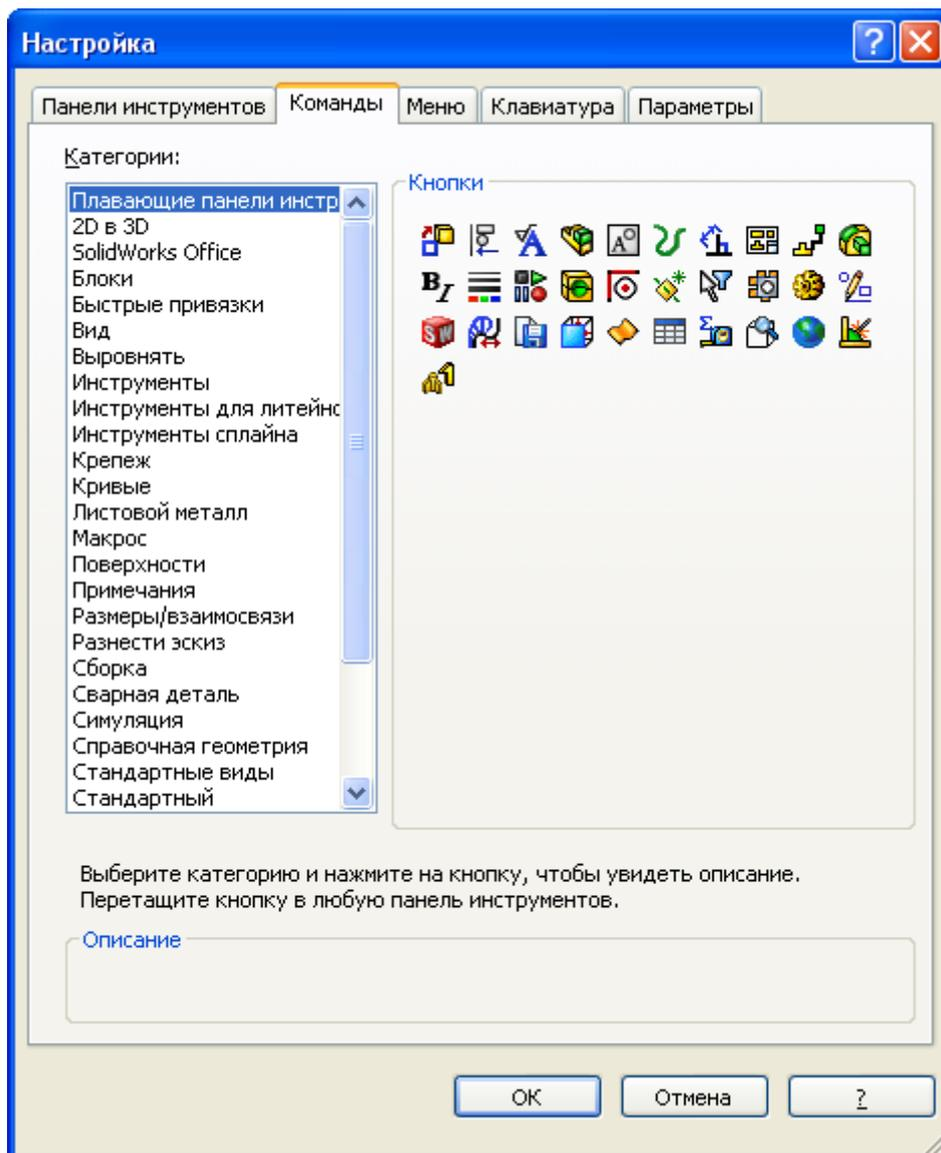

Рис.2.11. Діалогове вікно «Настройка»
2. Натисніть на вкладку *Команди* (рис. 2.11).